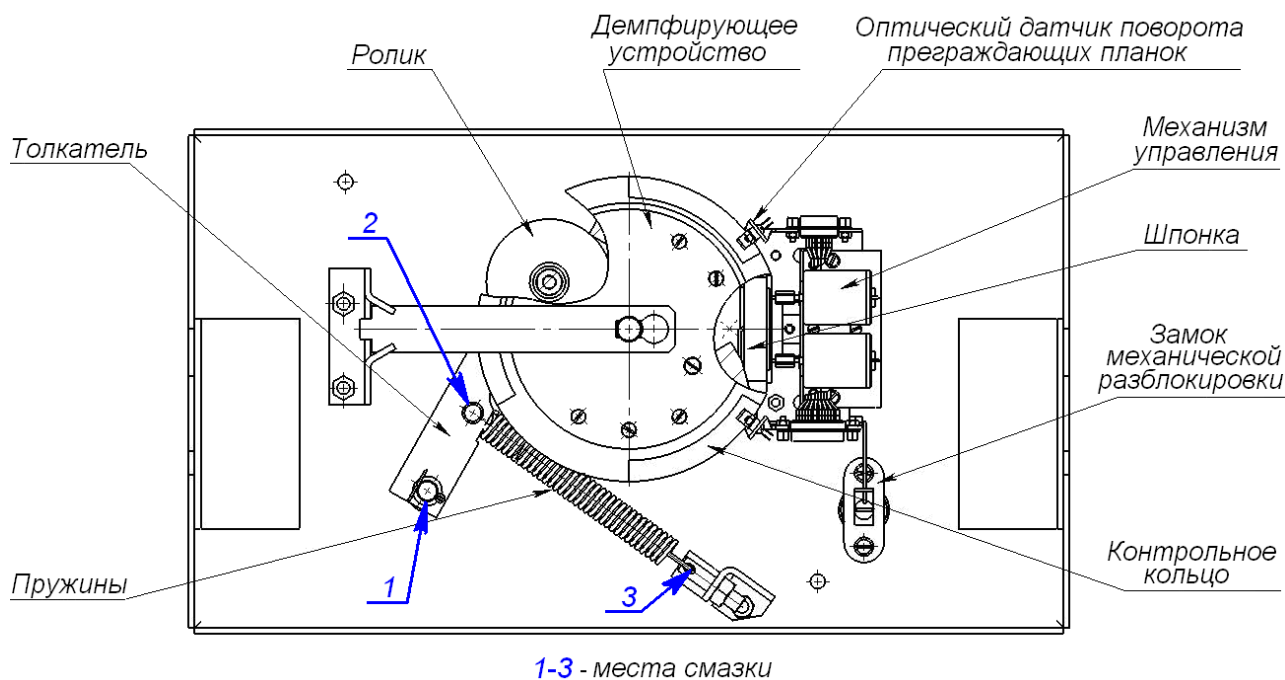

Рисунок 15. Расположение внутренних деталей и узлов стойки ЭП
2. Снимите крышку (3) в порядке, указанном в разд. 6 и положите ее на ровную устойчивую поверхность.
3. Осмотрите устройство доворота (толкатель, пружины и ролик), оптические датчики поворота преграждающих планок и демпфирующее устройство (см. рис. 15).
- четыре втулки на устройстве доворота – две на оси вращения толкателя и две на оси крепления пружин, а также отверстия в деталях крепления пружин, по две - три капли масла в каждое место смазки (места смазки указаны на рис. 15);
- механизмы секретности замка механической разблокировки (7) и замка крышки (4) со стороны замочной скважины.